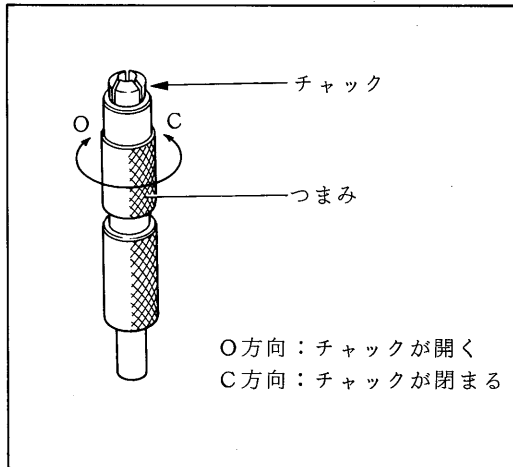
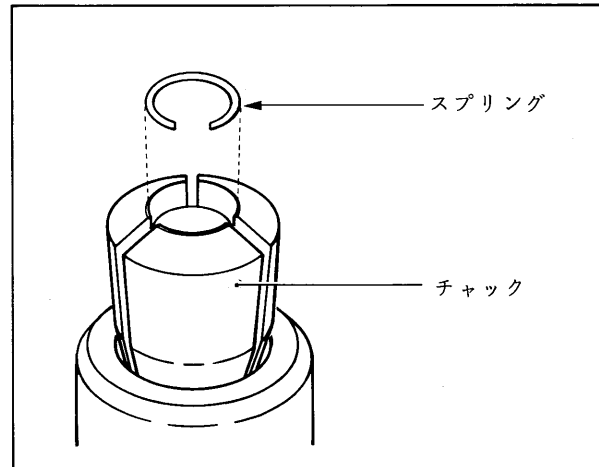

図 4.8 試料交換工具 B
図 4.9
- 6a. 試料交換工具 B（3章）のつまみを図 4.8 - O の方向にまわすことにより、工具 B のチャックを開く。
- 6b. チャックにスプリング（3章）を入れ、つまみを C 方向（図 4.8）にまわすことにより、チャックでスプリングをつかませる（図 4.9）。